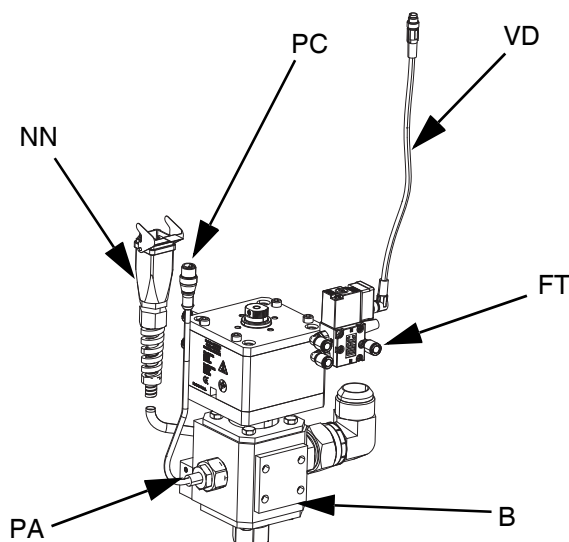

FIG. 24
- 9. Anslut tryckluften (AR) (medföljer ej) till luftanslutningen (FT) på utmatningsventilens magnetdon. Se bruksanvisning och komponenthandbok, axiell utmatningsventil. Se FIG. 24.
Se **Eldrivenheters kommunikationsanslutningar** för enkel tryckmatare på sidan 16. Se FIG. 24.
- b. Anslut 90-gradersändan av den levererade M8 4-stiftskabeln (VD) till utmatningsventilen och den raka änden av magnetventilkabeln till (VC). Se FIG. 24.
- a. Anslut utmatningsventilens magnetdonskabel till tandemutmatningsventilens magnetdons kontakt (YY) på tandemblocket (R).
- b. Anslut 90-gradersändan av den levererade M8 4-stiftskabeln (15N040) till utmatningsventilen och den raka änden av magnetventilkabeln till (VC). Se FIG. 24.
- c. Anslut en hanände av M8 4-stiftsdelaren (TT) på tandemblocket (R) till M8 4-stiftsändan av delarkabeln fäst till uttag 4 på eldrivningen (AB) av tryckmatare 1 och tryckmatare 2.